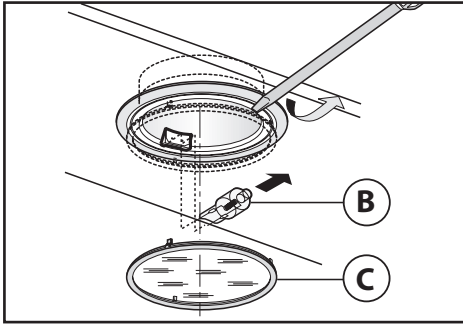

Fig.9
• Udskiftning af halogenpærer (Fig.9):